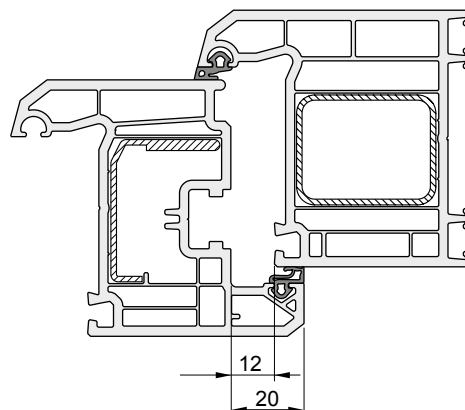

Рисунок 1: Тип профиля
- для профильной системы 9 и 13 мм (смотри рис. 1)
Внимание! Перед рубкой засовов и верхних шин, следует прикрепить адаптер к гильотине смотри рис. 1.